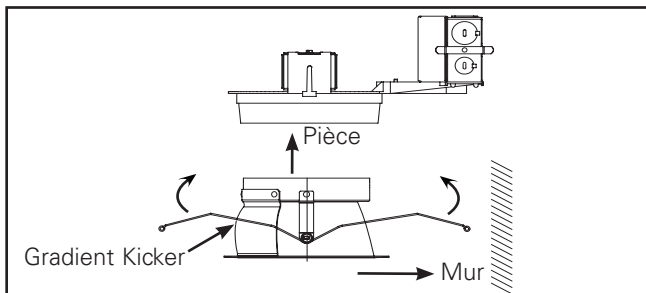

Figure 12.
9. Option de projecteur mural Pour l'installation de la garniture (Figure 12.).